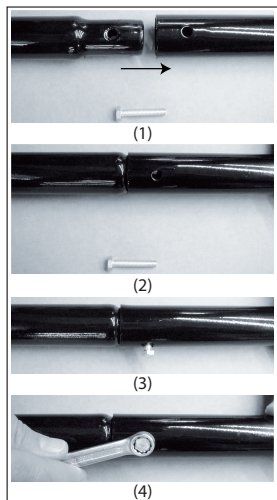

Fig. 03
- Lösen Sie zuerst die an der unteren Hebelstange seitlich angebrachte Sechskantschraube SW10 (Fig.03(1)) und fügen die obere und untere Hebelstange ineinander und sichern sie die Verbindung mit der Sechskantschraube (Fig.03(2)/3/4).